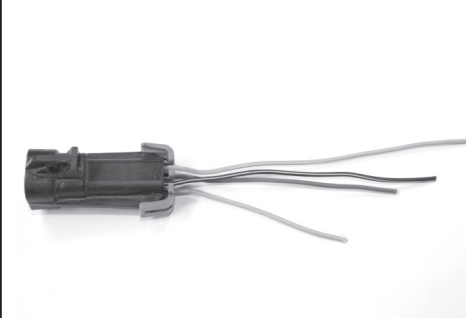

Figure 2 / Figura 2
- B. Slightly cut the wires at different lengths to prevent bulging of the wire harness and do the same for the new sensor making sure to cut the matching wire as shown in the connector hook-up diagram illustrations. (Figure 2)
- Coupez les câbles à différentes longueurs afin d'éviter les accumulations de connexions et faites la même chose avec la nouvelle sonde en vous assurant de couper les câbles correspondants aux longueurs appropriées, tel qu'indiqué dans les illustrations du schéma. (Figure 2)